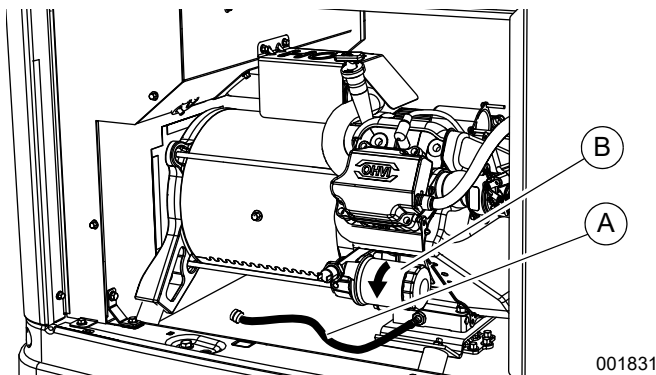
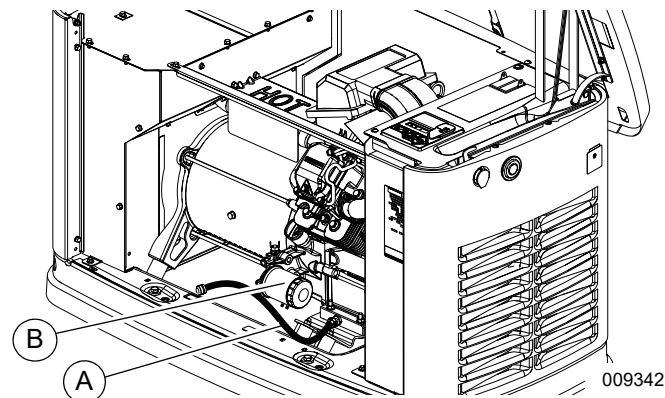
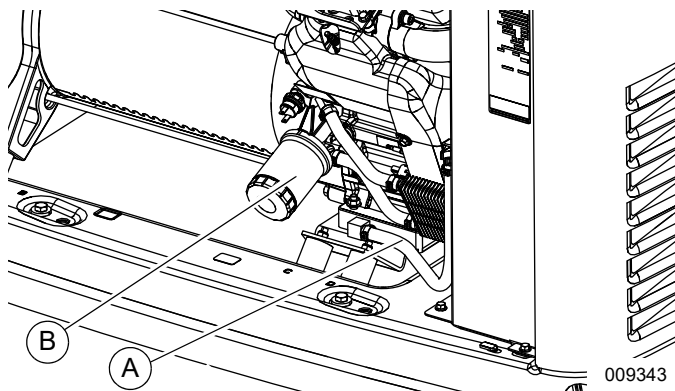

Figure 4-1. Filtre à huile et flexible de vidange (10 kW)
Figure 4-2. Filtre à huile et flexible de vidange (14 à 18 kW)
Figure 4-3. Filtre à huile et flexible de vidange (20 à 24 kW)
2. Voir Figure 4-1, Figure 4-2 ou Figure 4-3. Démonter le panneau avant une fois que l'appareil a refroidi. Dégager le flexible de vidange d'huile (A) de son clip de fixation. Retirer le capuchon du flexible et place l'extrémité libre dans un récipient adapté. Vidanger l'huile.